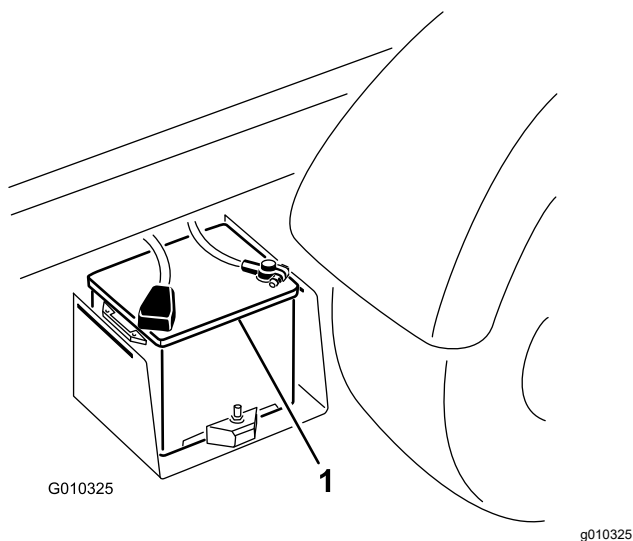

図 52
2. 2 台のバッテリーのプラス端子同士をブースタケーブルでつなぐ 図 52。